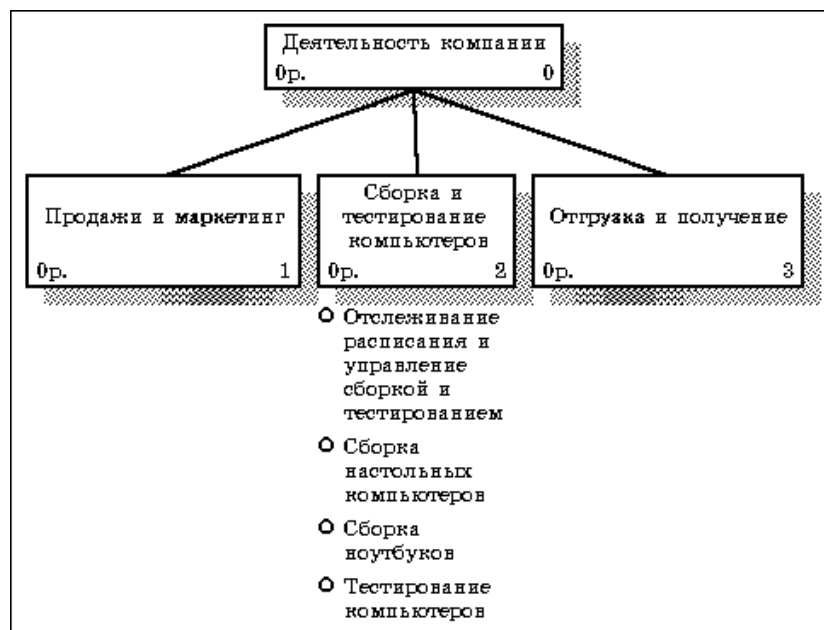

Рис. 63. Диаграмма дерева узлов
4. Щелкните по кнопке **Finish**. В результате будет создана диаграмма дерева узлов (**Node tree Diagram**) (рис. 63).